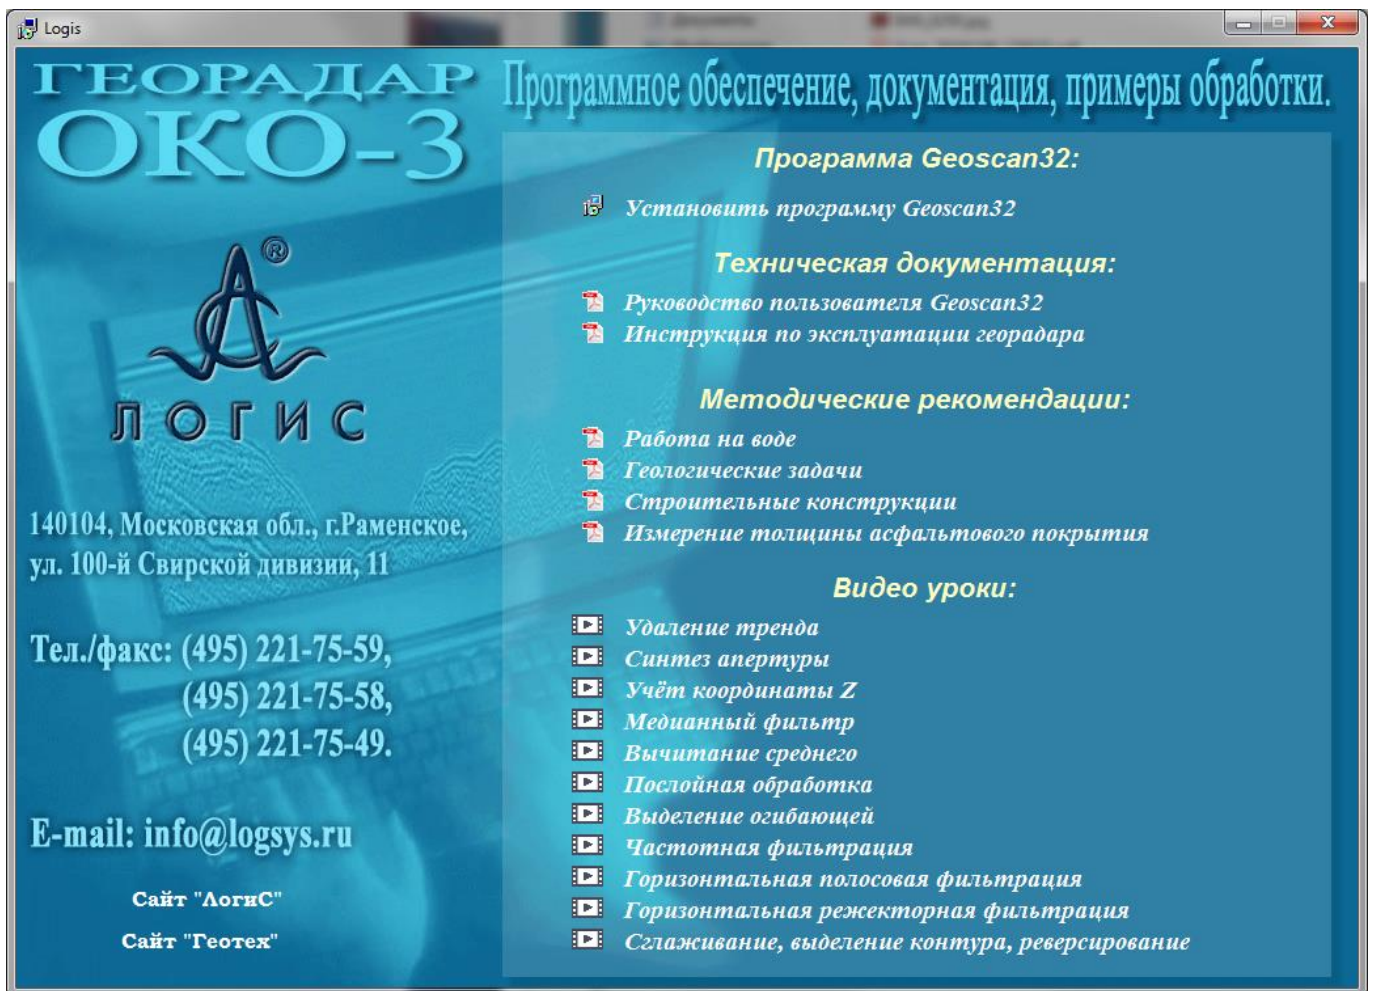

Рис. 1.1 - Окно после запуска диска Logis
1. Вставьте диск в CD-ROM и дождитесь автоматического запуска программы установки (Рис. 1.1), если запуск не был произведен автоматически, то самостоятельно запустите файл «*Start.exe*», находящийся на диске.